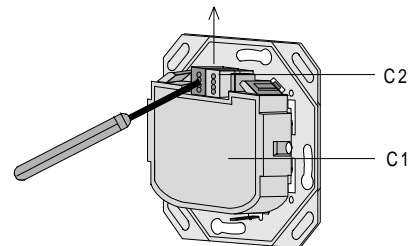

Bild 3: Abziehen der Busklemme
**Busklemme abziehen/aufstecken (Bild 3)**
**Busklemme abziehen (Bild 3)**